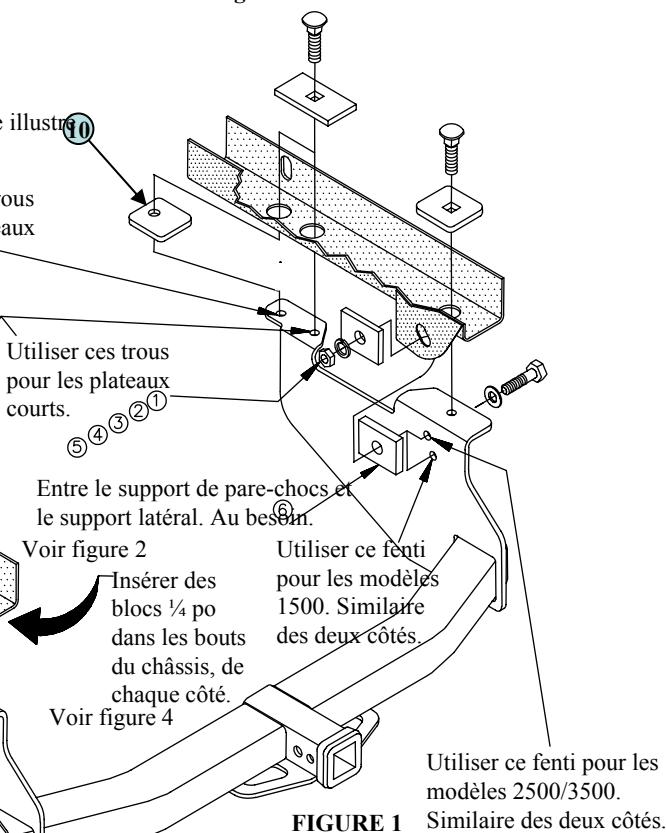

FIGURE 1
1. Raise hitch into position by moving hitch forward to clear bumper mounting bolts and then sliding hitch rearward into position, aligning holes in hitch with large holes in frame rails and slot in vehicle bumper bracket as shown in Figure 1. Note: On short-box models align center hole in hitch with hole in frame. On long-box models align forward hole in hitch with hole in frame. Only one forward attachment is necessary per side, either the center hitch hole or forward hitch hole.
2. Install hex bolt and flat washer thru slot in hitch side bracket into slot in bumper bracket, each side. Use the slot that aligns with slot in vehicle bumper bracket depending on if truck is a 1500 or 2500 model. (See Figures 1 & 2.) Install fasteners as shown. Use 3/8" thick block if necessary between hitch side bracket and vehicle bumper bracket.
Pour positionner l'attelage, le déplacer vers l'avant pour dégager les boulons de pare-chocs, puis le faire glisser vers l'arrière à sa position, en alignant les trous de l'attelage sur les grands trous des longerons de cadre de châssis et la fente du support de pare-chocs, tel qu'illustré à la figure 1.
De chaque côté, installer un boulon hexagonal et une rondelle plate à travers le trou du support latéral de l'attelage, puis dans la fente du support de pare-chocs. Utiliser le fenti qui s'aligne sur la fente du support de pare-chocs, selon qu'il s'agit du modèle 1500 ou 2500 (voir les figures 1 et 2). Fixer la visserie comme illustré. Si nécessaire, installer un bloc 3/8 po entre le support latéral de l'attelage et le support de pare-chocs.